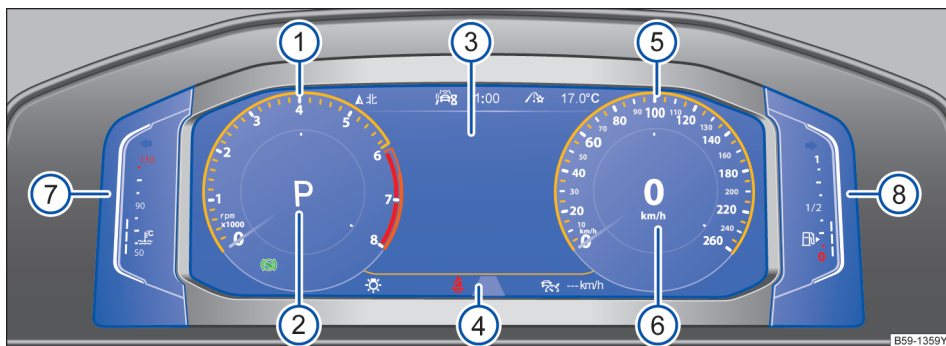

图 15 数字组合仪表
关于数字组合仪表的解释 → 图 15
视汽车装备而定，在显示屏→图 15 ③中可以显示不同的信息：